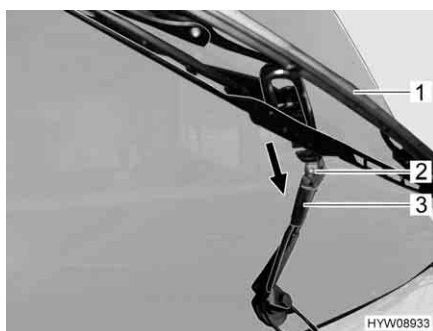

Fig. 213 Sostituzione delle spazzole del tergicristallo
- Sollevare il braccio del tergicristallo (Fig. 213,3) dal parabrezza e aprirlo fino all'arresto.
- Spingere i morsetti in plastica delle spazzole del tergicristallo (Fig. 213,1) fuori dal supporto piegato presente sul braccio del tergicristallo (freccia).
- Pulire gli ugelli dei tergicristalli (Fig. 213,2).